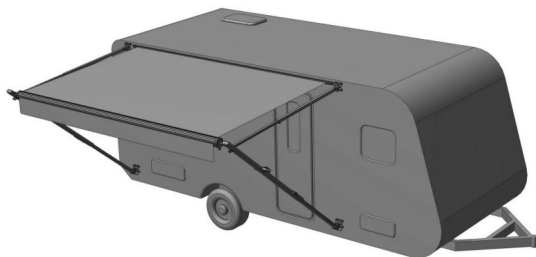

Rysunek D5
4.1.4 Wypchnij wewnętrzny pręt wzdłuż pręta podporowego, przesun go i zapnij w klamrze znajdującej się na górze ramienia podporowego (rysunek D5), a następnie dokręć czarne pokrętło blokujące, aby zamocować wewnętrzny pręt.